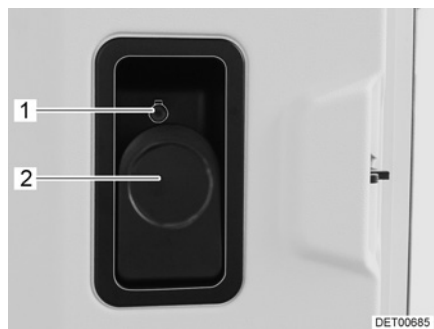

Fig. 17 Serrure de la porte (porte cellule, à l'intérieur, verrouillée)
- Tirer le levier (Fig. 17,2).
- Enfoncer le bouton de sécurité (Fig. 17,1).